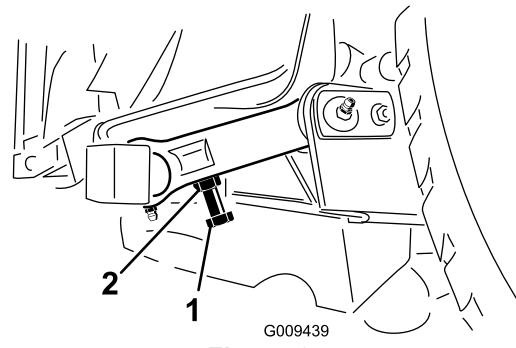

Figura 25
3. Per mettere a punto la distanza dovete accedere al bullone di regolazione, sull'attacco orientabile posteriore del piatto di taglio (Figura 25).